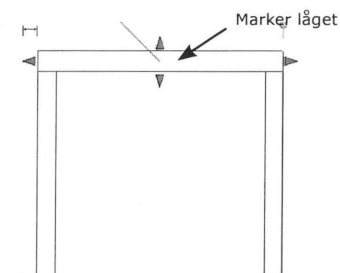

Fig. 06.19. Marker boksens låg.
- Marker boksens låg (Fig. 06.19).